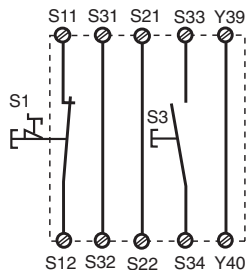

Fig. 3: Circuito de entrada monocal, rearme supervisado/Circuito di entrata monocale, start controllato/Eenkanalig ingangscircuit, bewaakte start
- Fig. 3, 4 y 5, 6: S13-S14 **no** conectado
- Fig. 3, 4 e 5, 6: **nessun** colleg. S13-S14
- Fig. 3, 4 en 5, 6: **geen** verbinding S13-S14